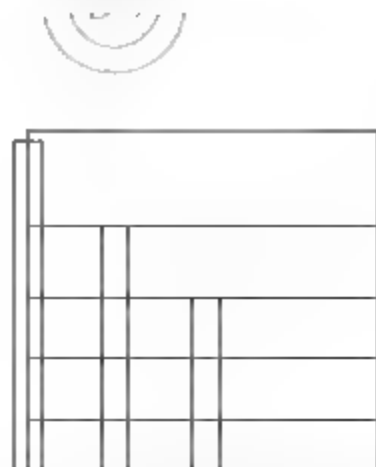

图11-3 调入元器件
- 调入元件图块。打开本书配备资源中的“素材\第11章\电气图例.dwg”文件，选择电气元件，并将其复制粘贴至电路图中，如图11-3所示。